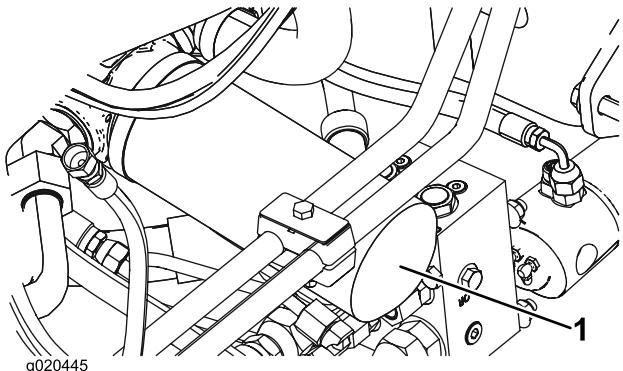

Figura 73
2. Pulite le superfici circostanti il filtro. Collocate una bacinella di spurgo sotto il filtro e togliete il filtro (Figura 73).